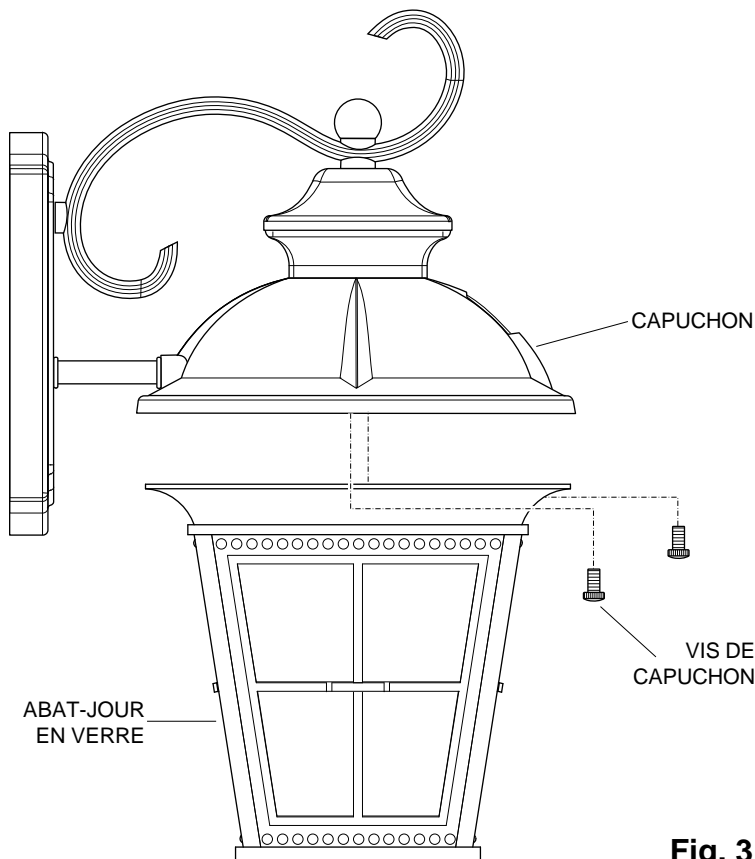

Fig. 3
INSTALLATION (Fig. 3)
5. Enlevez les **connecteurs de fils** des raccordements de fils indiqués ou débranchez le **branchement rapide** (Fig. 3).
8. Raccordez le **fil de pilote jaune** au **fil blanc de la lanterne** et fixez-le solidement à l'aide d'un **connecteur de fils**. Raccordez le **fil de pilote rouge** au **fil noir de la lanterne** et fixez le solidement à l'aide d'un **connecteur de fils** ou rebranchez le **branchement rapide** (Fig. 3).